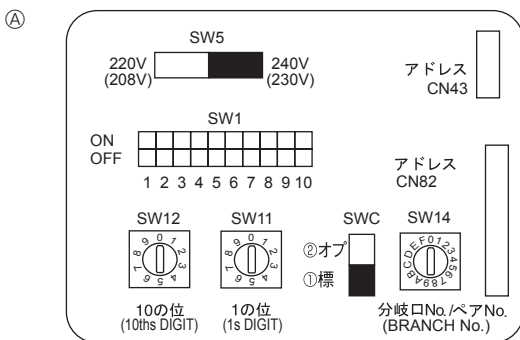

Fig. 5-4
5.5. Configuration des adresses (Fig. 5-4)
5.6. Détection de la température ambiante à l'aide du capteur intégré de la commande à distance (Fig. 5-4)